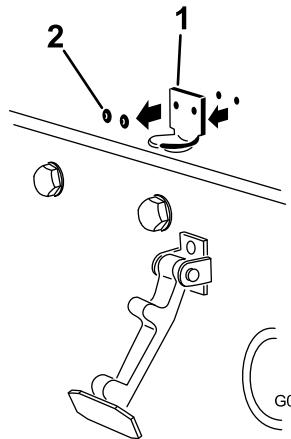

Figure 34
- Retirez les 2 rivets qui fixent le support du loquet au capot (Figure 34).
Remarque: Le support de loquet doit être appuyé contre le capot (Figure 34).